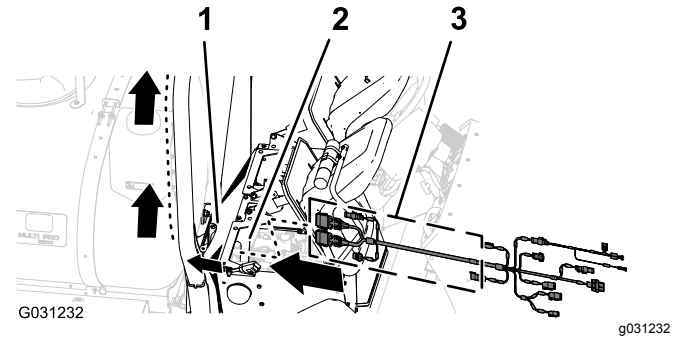

Figura 157
1. Enrute la rama de 390 cm del arnés de datos hasta el lado derecho del compartimento del motor (junto al filtro de aire del motor) y hacia atrás por debajo de la zona derecha inferior de la cubierta trasera del motor (Figura 157).